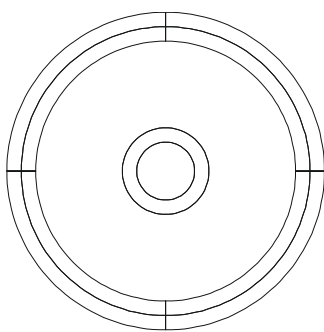

图 10-3-2
指定圆柱体高度或 [另一个圆心(C)]： 15 // 输入圆柱高度 15，并结束圆柱命令效果如图 10-3-2 所示
STEP 01 把图形转换为俯视图和二维线框图，即如图 10-3-2。把图层转换成辐条图层，下面将画手轮的辐条，具体操作如下：